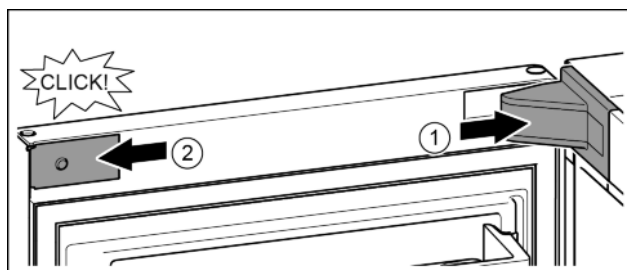

Fig. 17
- ▶ Крышку опорного кронштейна установить и зафиксировать, при необходимости, осторожно разжать. Fig. 17 (1)
- ▶ Установить сбоку накладку и зафиксировать. Fig. 17 (2)